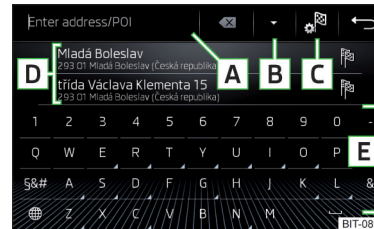
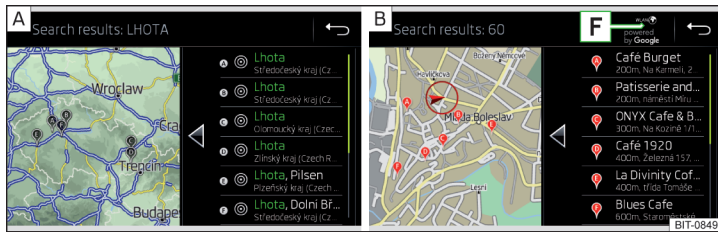

Abb. 163
Abb. 164 Liste der aufgesuchten Ziele: in den Navigationsdaten / online
Funktionsflächen » Abb. 163 und » Abb. 164
Im Bereich **D** » Abb. 163 wird eine Liste der aufgesuchten Ziele angezeigt.
- ▶ **oder:** Die Funktionsfläche **B** » Abb. 163 antippen.
- In den Navigationsdaten aufgesuchte Ziele » Abb. 164 - A.
- Online aufgesuchte Ziele » Abb. 164 - B.